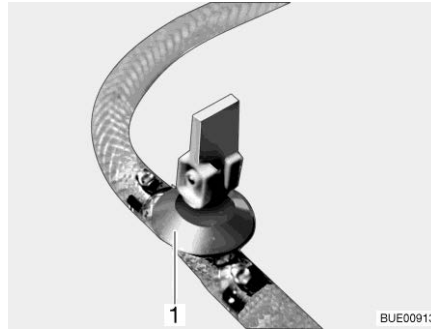

Bild 165 Avtappningskran
- Stäng avtappningskranen/avtappningskranarna. Ställ vipparmen (Bild 165,1) i vågrätt läge.
- Öppna avtappningskranen/avtappningskranarna (Bild 165). Ställ vipparmen (Bild 165,1) i lodrätt läge. Varmvattenberedaren töms utåt.